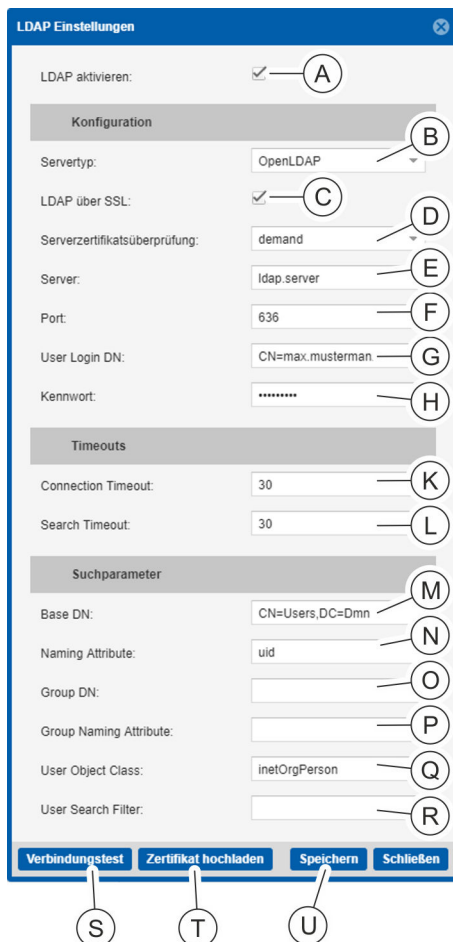

Abb. 146: Fenster "LDAP Einstellungen"
Die Eingabefelder „Group DN“ (Abb. 146/Ⓞ), „Group Naming Attribute“ (Abb. 146/Ⓟ) und „User Search Filter“ (Abb. 146/Ⓠ) werden in der aktuellen Version noch nicht unterstützt und können nicht genutzt werden.
Bei Bedarf kann auch ein Zertifikat in den LDAP Einstellungen auf die PDU hochgeladen werden (Abb. 146/Ⓡ).
2. ➔ Die Checkbox „*LDAP aktivieren*“ anklicken (Abb. 146/A), um den LDAP-Dienst zu aktivieren.
3. ➔ Über das Auswahlménü „*Servertyp*“ den Typ des eingesetzten Verzeichnisdienst-Servers auswählen (Abb. 146/B).
4. ➔ Gegebenenfalls die Checkbox „*LDAP über SSL*“ anklicken, um sicheres LDAP zu aktivieren (Abb. 146/C).
5. ➔ Gegebenenfalls über das Auswahlménü „*Serverzertifikatsüberprüfung*“ den Level der Prüfung des LDAP-Serverzertifikats auswählen (Abb. 146/D).
6. ➔ Die IPv4- oder IPv6-Adresse oder alternativ den Hostnamen des Verzeichnisdienst-Servers eintragen (Abb. 146/E).
7. ➔ Den Port für den LDAP-Dienst eintragen (Standard ist 389 für „LDAP“ bzw. 636 für „LDAP über SSL“) (Abb. 146/F).
8. ➔ Für die Verbindung zum Verzeichnisdienst den Benutzer (User Login DN) eintragen (Abb. 146/G) und das zugehörige Kennwort eintragen (Abb. 146/H).
9. ➔ Gegebenenfalls einen Timeout-Wert für die Verbindungsherstellung zum Verzeichnisdienst zwischen 1 und 60 Sekunden eintragen (Standardwert ist 30 Sekunden) (Abb. 146/K).
10. ➔ Gegebenenfalls einen Timeout-Wert für das Durchsuchen des Verzeichnisdienstes zwischen 1 und 500 Sekunden eintragen (Standardwert ist 30 Sekunden) (Abb. 146/L).
11. ➔ Für die Suche im Verzeichnisdienst den Einstiegspunkt (Base DN) (Abb. 146/M) eintragen.
- 12.** ▶ Bei Bedarf das "Naming Attribute" anpassen (Abb. 146/Ⓝ). Dieses wird bei der Wahl des Servertyps für "MS Active Directory" automatisch auf "sAMAccountName" und für "OpenLDAP" auf "uid" gesetzt.
- 13.** ▶ Bei Bedarf die "User Object Class" anpassen (Abb. 146/Ⓞ). Diese wird bei der Wahl des Servertyps für "MS Active Directory" automatisch auf "user" und für "OpenLDAP" auf "inetOrgPerson" gesetzt.
- 14.** ▶ Verbindung zum Verzeichnisdienst über die Schaltfläche „*Verbindungstest*“ (Abb. 146/Ⓟ) prüfen.
- 15.** ▶ Eingabe über die Schaltfläche „*Speichern*“ (Abb. 146/Ⓠ) bestätigen.